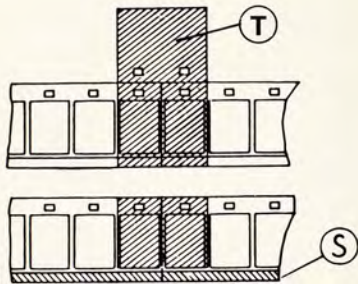

Fig. 4
Fig. 4 - Togliere dal suo ancoraggio la pellicola, staccando delicatamente l'eccedenza di nastro adesivo (T) rimasto attaccato alla matrice e ripiegarlo accuratamente sulla parte opposta del film.